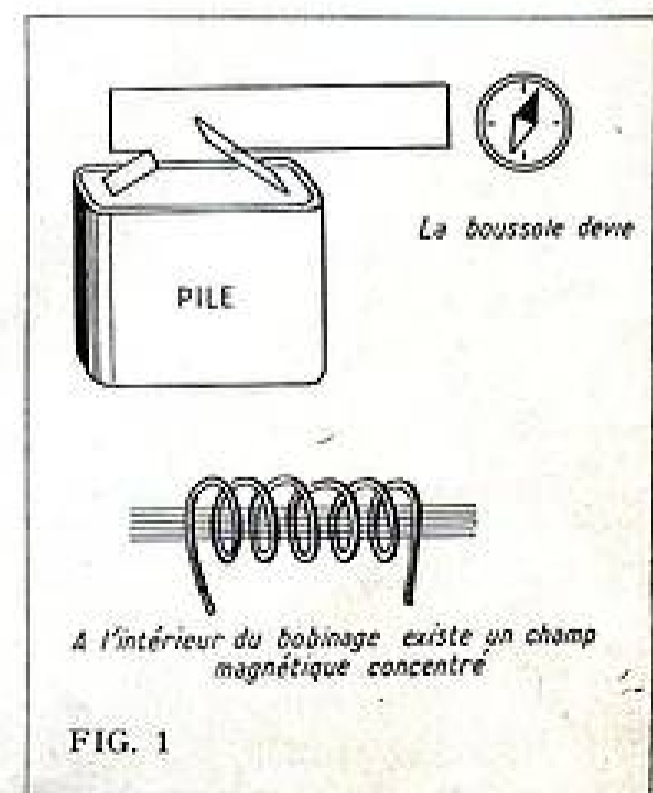

FIG. 1
- Qu'un champ magnétique peut être engendré par un courant continu; c'est une erreur fréquemment commise que de croire qu'il faille un courant alternatif pour créer un tel champ. Deux choses sont vraies cependant: d'une part le champ dû à un conducteur rectiligne parcouru par du courant continu sera très faible et pour le concentrer, on aura intérêt à faire appel à un bobinage (solénoïde). D'autre part, le courant alternatif provoque en permanence des phénomènes d'induction qui permettent l'emploi du transformateur (fig. 1).
Avant tout, précisons qu'une vérification à l'ohmmètre n'indique strictement rien. La résistance que nous pourrions lire n'a absolument aucun rapport avec l'impédance réelle (fig. 1).